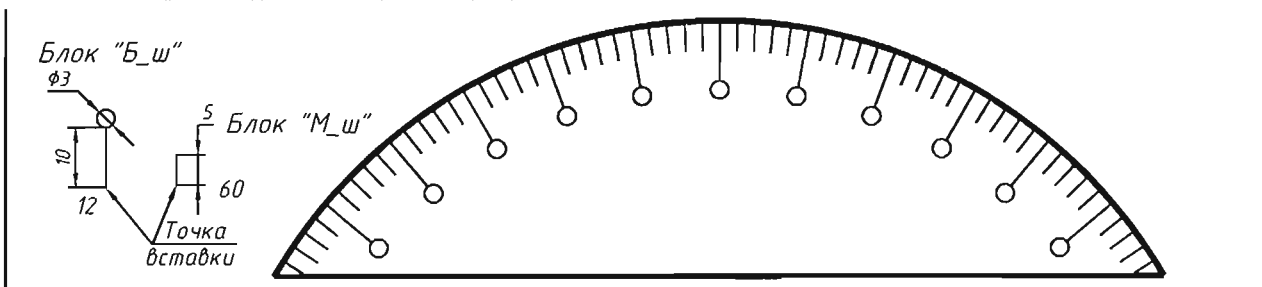

Рис. 9.6. Фрагмент транспорта
9.2.6. Начертить фрагмент транспорта (команды **Block, Divide**) (рис. 9.6).